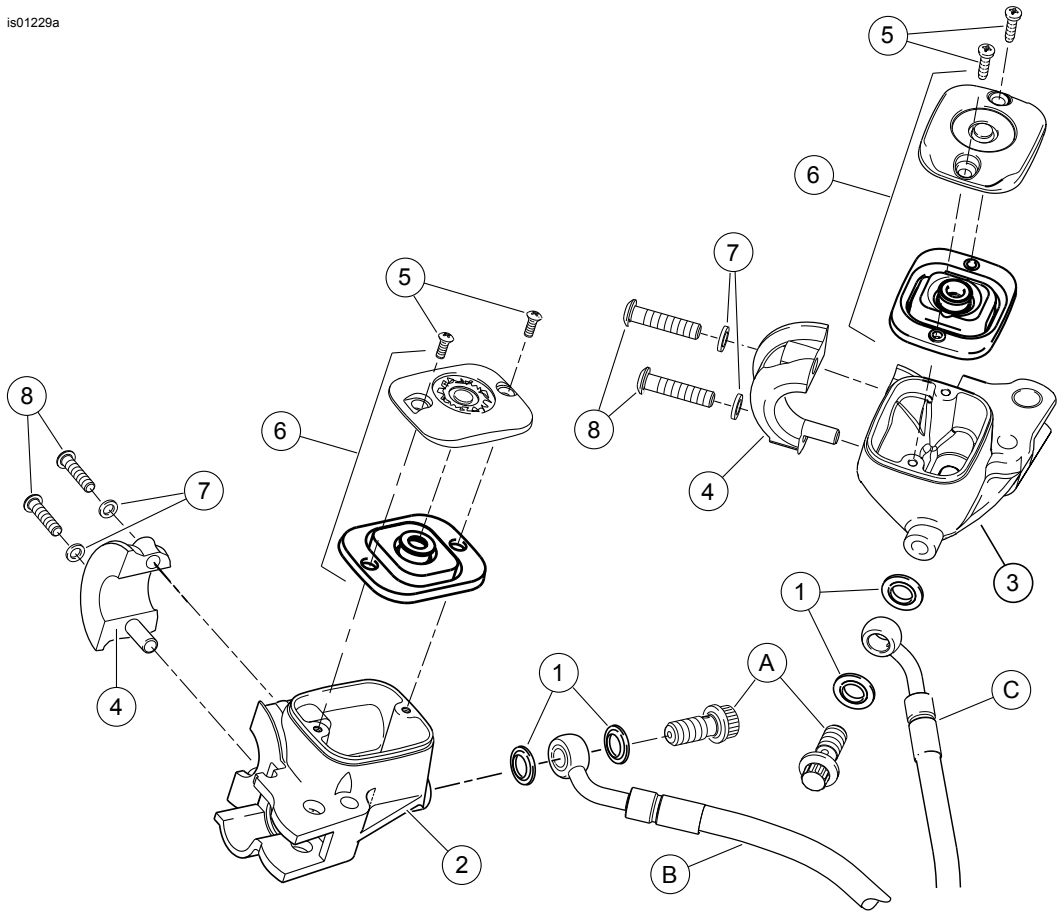

Abbildung 11. Ersatzteile: Geberzylinderbehältersatz, verchromt
- Siehe Abbildung 11. Neues Hauptbremszylinder/-behälter-Gehäuse (2) aus dem Satz bereitlegen. Neues Hauptbremszylindergehäuse, Abdeckung und Deckeldichtung mit Brennspiritus oder Bremsflüssigkeit gemäß den Anweisungen im Werkstatthandbuch reinigen. Bei Bedarf austauschen. Nicht mit Mineralöl oder anderen Lösungsmitteln verunreinigen. Mit einem sauberen, fusselfreien Tuch trocken reiben.
- Siehe Abbildung 11. Die Bohrungen der Lenkerschelle (4) auf die Bohrungen in der Hauptbremszylinder-Baugruppe ausrichten und die Schrauben (8) mit flachen Unterlegscheiben (7) eindrehen. Nach Fahrerwunsch positionieren. Mit der oberen Schraube beginnend die Schrauben festziehen.
- Siehe Abbildung 11. Die Hohlschraube und zwei **neue** Stahl/Gummiunterlegscheiben (1) aus dem Satz verwenden. Die Hydraulikleitung am Geberzylinderbaugruppe mit der Hohlschraube einbauen, die Unterlegscheibe an beiden Seiten ausrichten. Die Hohlschraube anziehen.
Siehe Abbildung 11 und Tabelle 1.